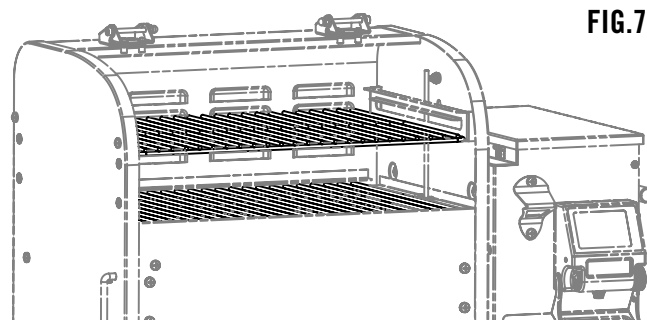

FIG. 7
1. Monter la grille de cuisson comme indiqué à la Fig. 7.